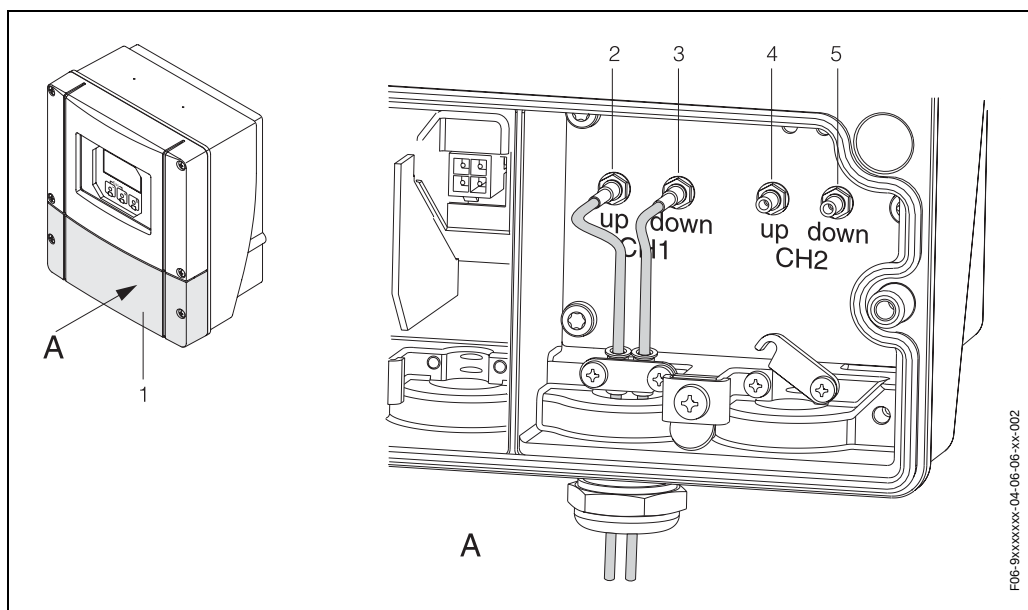

Рис. 40: Подключение двух возможных измерительных систем (одно- и двухканальных)
1. Преобразователь: ослабить винты и снять крышку (п. 5, Рис. 40) с соединительной коробки.
3. Разобрать специальный кабельный ввод, который поставляется с датчиками. Пропустить оба соединительных кабеля датчика через крышку (6) кабельного уплотнителя и в соединительную коробку.
4. Установить фиксирующие втулки (9) обоих кабелей датчика точно рядом друг с другом (Деталь В). Вставить контактные клеммы заземления (10) и надежно завинтить. Это гарантирует прекрасное выравнивание потенциалов.
5. Натянуть резиновый уплотнитель (7) по боковой щели с помощью соответствующего инструмента (например, большая отвертка) так, чтобы оба кабеля датчика можно было закрепить по месту. Вставить резиновый уплотнитель в держатель кабельного уплотнителя (8). Закрыть крышку кабельного уплотнителя (6) и затянуть.
6. Вставить кабельные разъемы датчика как показано на Рис. 40.
7. Преобразователь: Зафиксировать крышку (3) на соединительной коробке.